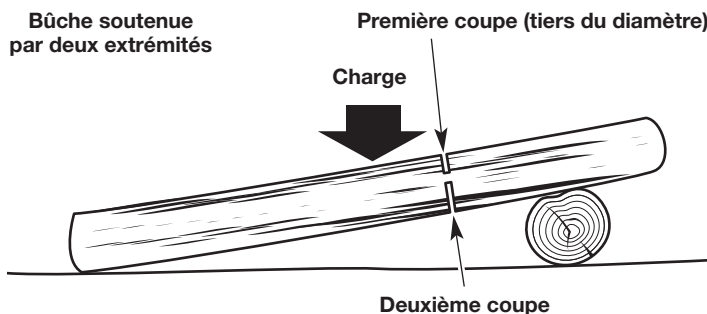

Fig. 23
- Si la bûche est soutenue sur deux extrémités (Fig. 23), faites la première coupe depuis le haut (tronçonnage par dessus). Reportez-vous à *Tronçonnage par-dessus*.